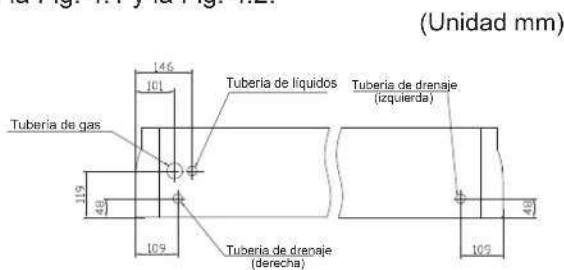

Fig. 4.1 Las posiciones de conexión de la tubería
- (1) Las posiciones de conexión del tubo se muestran en la Fig. 4.1 y la Fig. 4.2.